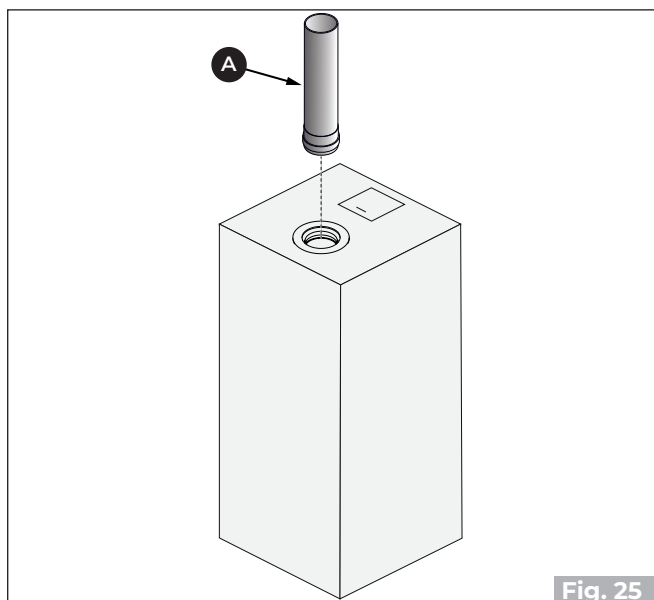

Fig. 25
- Raccorder le tube d'évacuation de la fumée (**A**) («Fig. 25»).